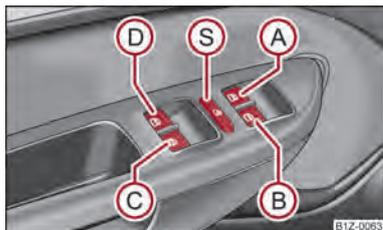

Fig. 20 Teclas na porta do condutor
Os botões correspondentes a cada vidro encontram-se no apoio de braço da porta do condutor ⇒ Fig. 20, da porta do passageiro dianteiro e das portas traseiras ⇒ Página 41.
Carregando no interruptor de segurança Ⓔ ⇒ Fig. 20 pode pôr fora de função os elevadores das janelas das portas traseiras. Carregando-se de novo no interruptor de segurança Ⓔ, as teclas dos elevadores das janelas das portas traseiras ficam de novo a funcionar
- Se se transportarem crianças no assento traseiro, recomenda-se, colocar fora de função os elevadores eléctricos das janelas das portas traseiras (interruptor de segurança) Ⓔ ⇒ Fig. 20.